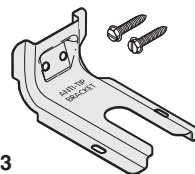

Fig. 13
- Plantilla del soporte antivuelco (Fig. 12), 2 tornillos de montaje (el soporte y los tornillos son suministrados con la estufa - Fig. 13) y cinta adhesiva (Fig. 14).